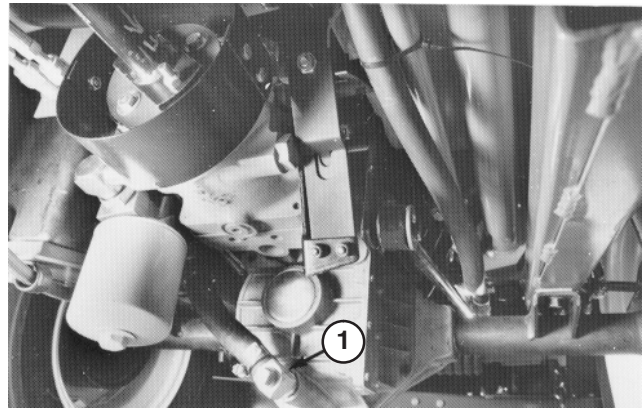
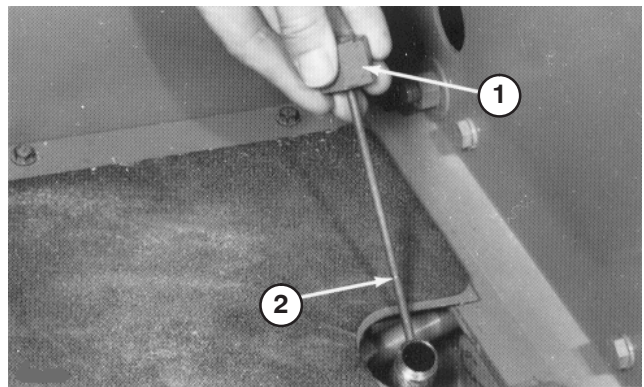

Figure 73
Figure 74
4. Enlevez le bouchon de vidange du raccord entre le carter de pont et le filtre à huile. Laissez couler l'huile dans un bac de vidange (Fig. 73).
6. Placez le bouchon de vidange dans le raccord entre le carter de pont et le filtre à huile (Fig. 73).
7. Sortez la jauge du goulot de remplissage du pont (Fig. 74) et versez la quantité voulue d'huile du type et de la viscosité recommandés pour la température ambiante anticipée (voir le tableau ci-dessus).
9. Attendez encore deux minutes, puis sortez la jauge du goulot de remplissage du pont et vérifiez le niveau d'huile (Fig. 74). Si le niveau est bas, faites l'appoint jusqu'à ce que le niveau atteigne la rainure sur la jauge (Fig. 74). Si le niveau est trop haut, enlevez le bouchon de vidange (Fig. 73) et vidangez une quantité d'huile suffisante pour faire descendre le niveau jusqu'à la rainure sur la jauge.